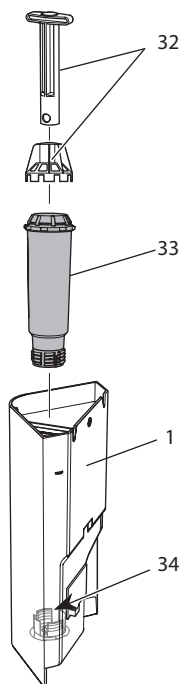

Bild 18: Skruva fast eller lossa vattenfiltret
7. Sätt i ett nytt filter i vattenbehållaren (se Bild 18).
2. Ta ut vattenfiltret (se *Bild 18*).